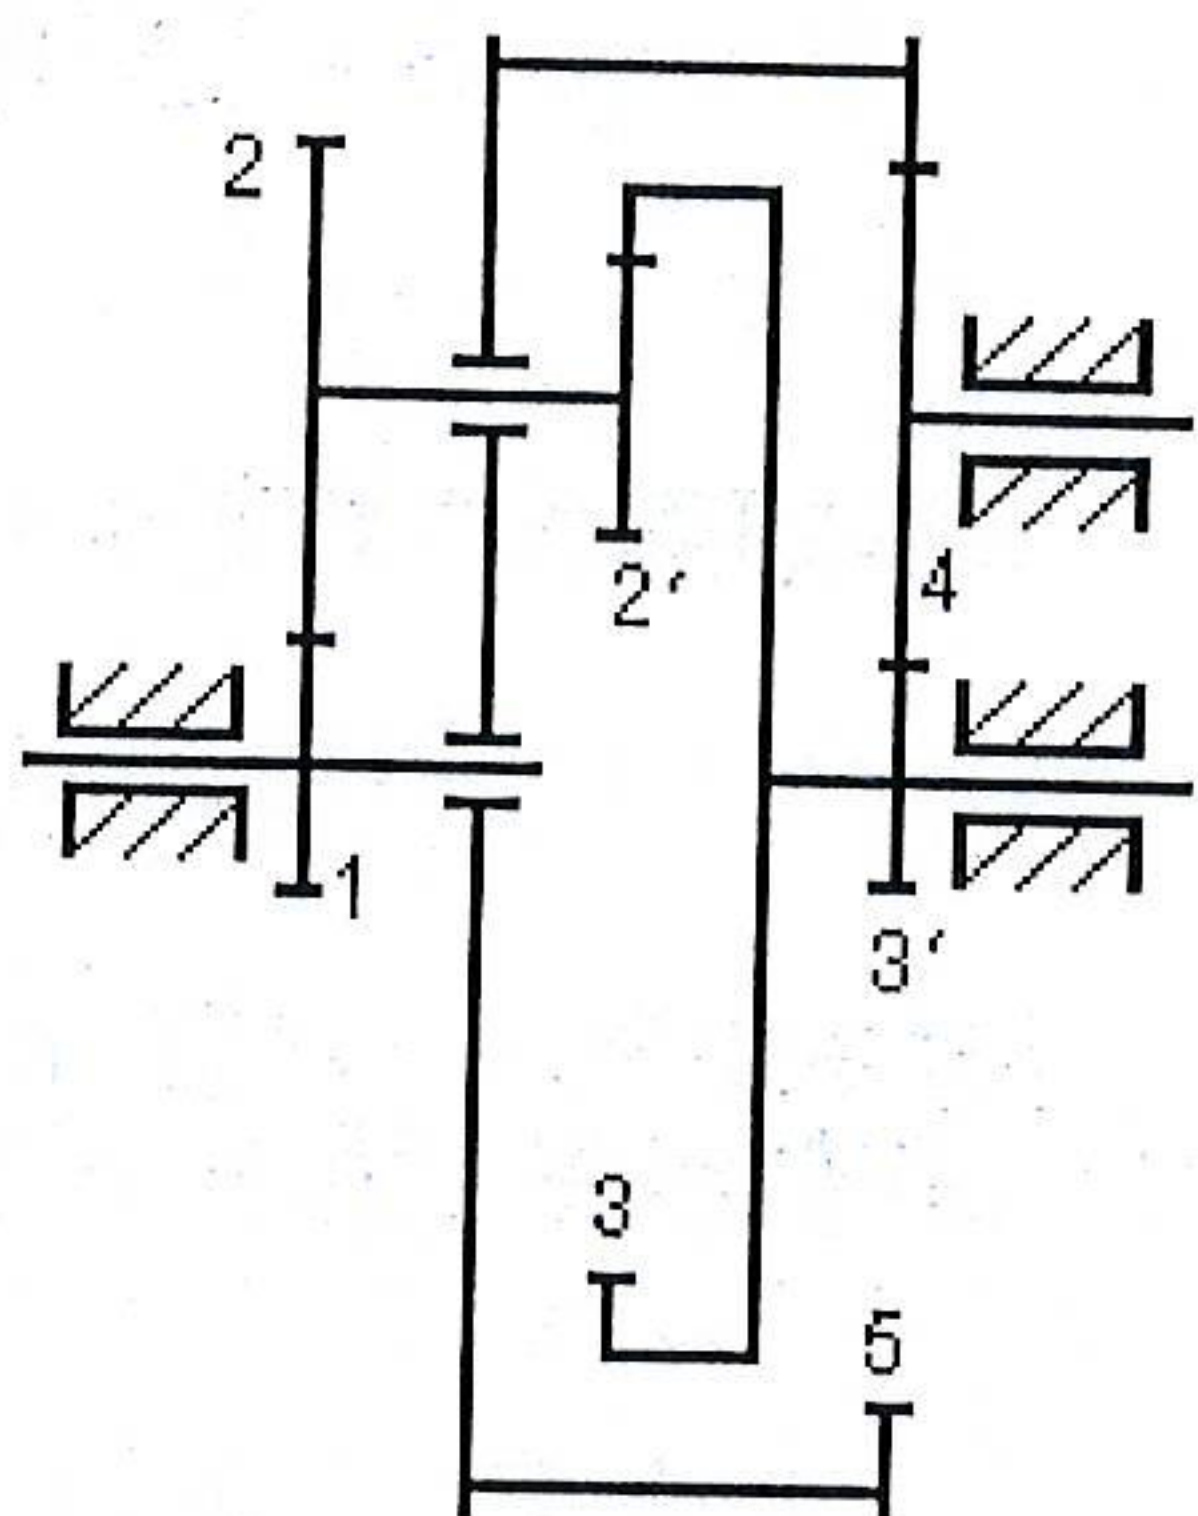

图1 (题三、2 图)
2. (12分) 如图1所示轮系，已知各轮齿数为： $z_1 = 24$ ， $z_2 = 33$ ， $z_{2'} = 21$ ， $z_3 = z_5 = 78$ ， $z_{3'} = 18$ ， $z_4 = 30$ 。试求其传动比 i_{15} 。